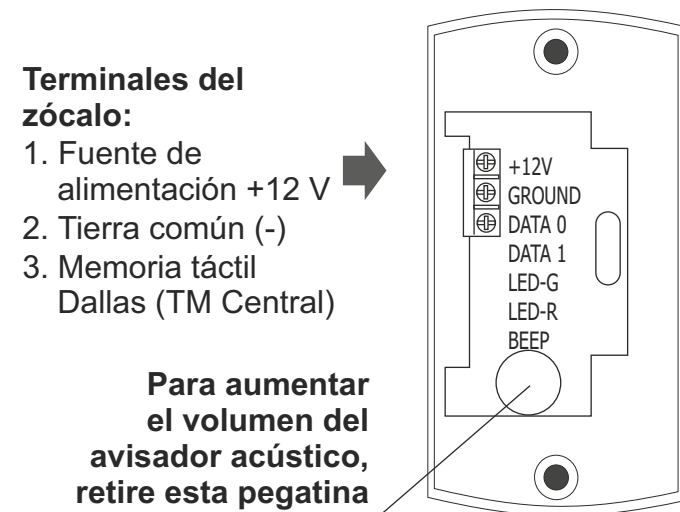

Figura 4.
- conecte los hilos al zócalo del lector (figura 4),